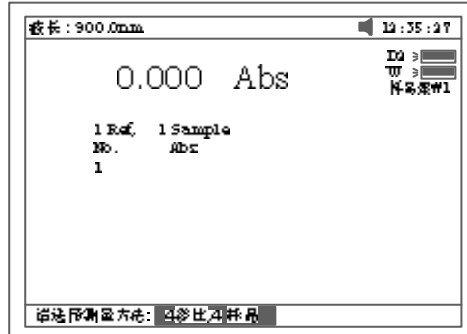

图 102
- a. 按【F1】键设置实验方法 (图 102)。有四种方法供选择：单参比单样品，一参比二样品，一参比三样品，四参比四样品(即比色皿配对试验)。